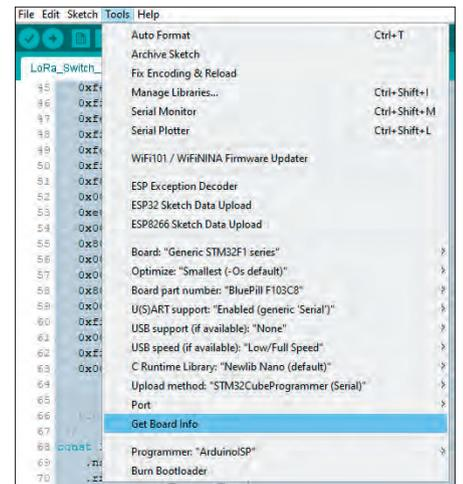

Bild 5. Die Boardinformationen werden ermittelt.
*liche Boardverwalter-URLs* hinzugefügt werden. Danach können wir dann im Boardsmanager nach „STM32“ suchen und *STM32 Cores* installieren. Damit sind alle benötigten Bibliotheken eingebunden. Als letzter Schritt wird, wie in **Bild 5** gezeigt, das Board ausgewählt.